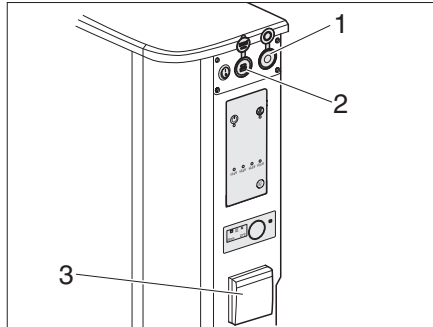

Fig. 8 Grupo de conexiones
- Conexión 12 V (Fig. 8,1)
- 2 puertos USB (Tipo A y Tipo B) (Fig. 8,2)
- Toma de 230 V (Fig. 8,3)